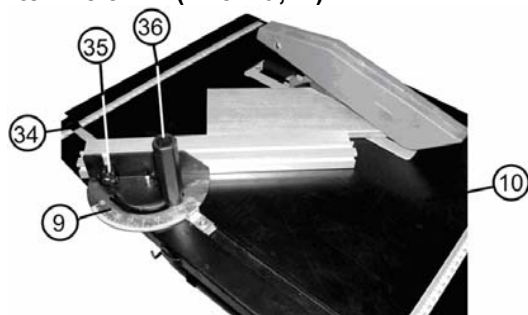

Рис.7
10.6.1. Установите упор для косо́го и поперечного пиления (9) в паз (34) рабочего стола (10), Рис.7.
10.6.2. Ослабьте два винта (35), установите направляющую (8) в зависимости от высоты заготовки. Закрепите винты (35), Рис.7.
10.6.3. Поверните ручку (36) против часовой стрелки, ослабьте фиксацию упора для косо́го и поперечного пиления (9). Поворотом упора для косо́го и поперечного пиления (9) вокруг оси по шкале транспорта установите требуемый угол пиления. Поворотом ручки (36) по часовой стрелке зафиксируйте положение упора для косо́го и поперечного пиления (9), Рис.7.
11.3. Комбинированное пиление (Рис.7,8,9)